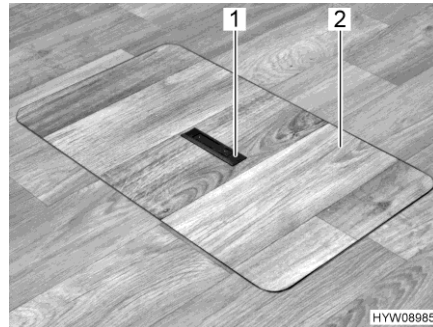
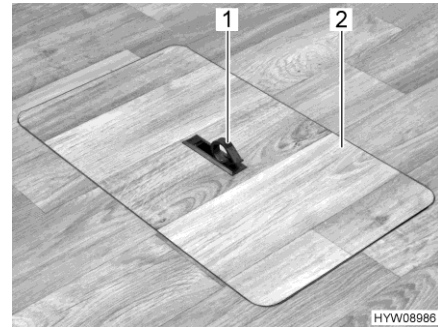

Fig. 58 Trappe de service (poignée encastrée)
Fig. 59 Trappe de service (poignée sortie)
- Pousser la plaque de la poignée (Fig. 58,1) vers le bas d'un côté. La poignée (Fig. 59,1) pivote vers le haut.
- Retirer la trappe de service (Fig. 59,2) par le haut.
- Placer la trappe de service (Fig. 59,2) dans le cadre pratiqué dans le plancher.